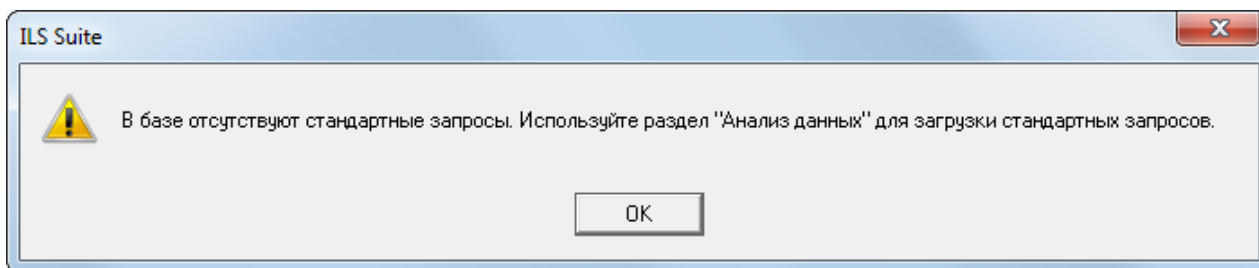

Рис. 7-52 – Предупреждающее сообщение
5) Если для выбранной подсистемы нет стандартных запросов или они не загружены в базу данных, появляется предупреждающее сообщение (рис. 7-52).